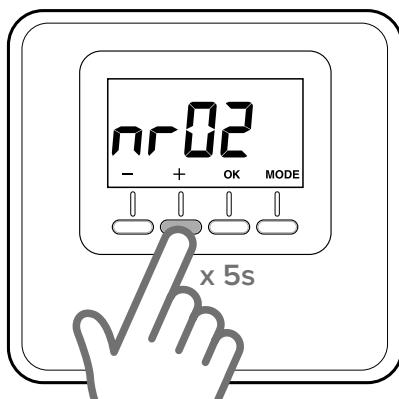

Рис. 15
- На дисплее отобразится параметр **nr02** (Рис. 15).